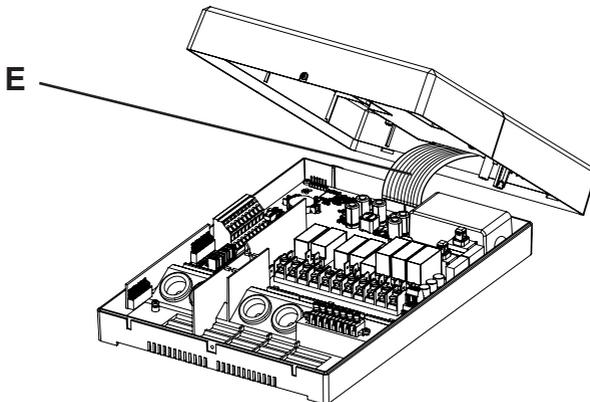

Fig. 3 Desenchufar el cable plano
3. Tire con cuidado del cable plano **E** para soltarlo de la hembra de conexión (**Fig. 3**).